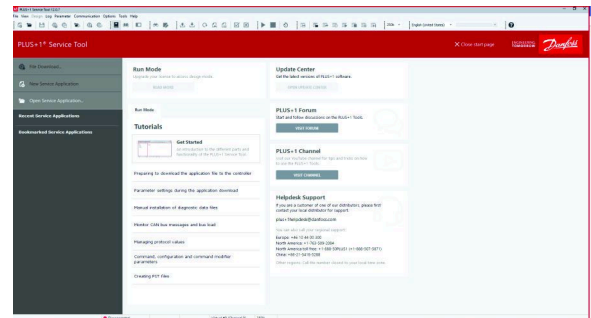

Figure 144
**Remarque:** L'application Outil de service Plus+1 s'affiche sur votre ordinateur portable (Figure 144).